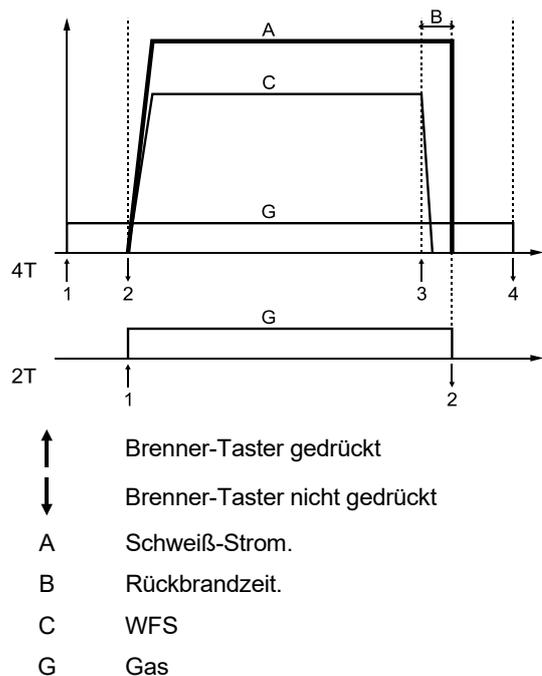

Abb. 9.
20. Brennermodus-Schalter: Ermöglicht die Wahl zwischen dem 2-Schritt oder 4-Schritt Brennermodus. Die Funktionsweise der Modi 2T/4T wird in Abb. 9 dargestellt.